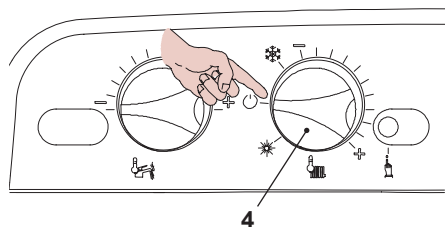

Fig. 8.13
- Per uscire dalla programmazione posizionare il selettore di funzione 4 in "☺" (Fig. 8.13), oppure togliere alimentazione elettrica alla caldaia.